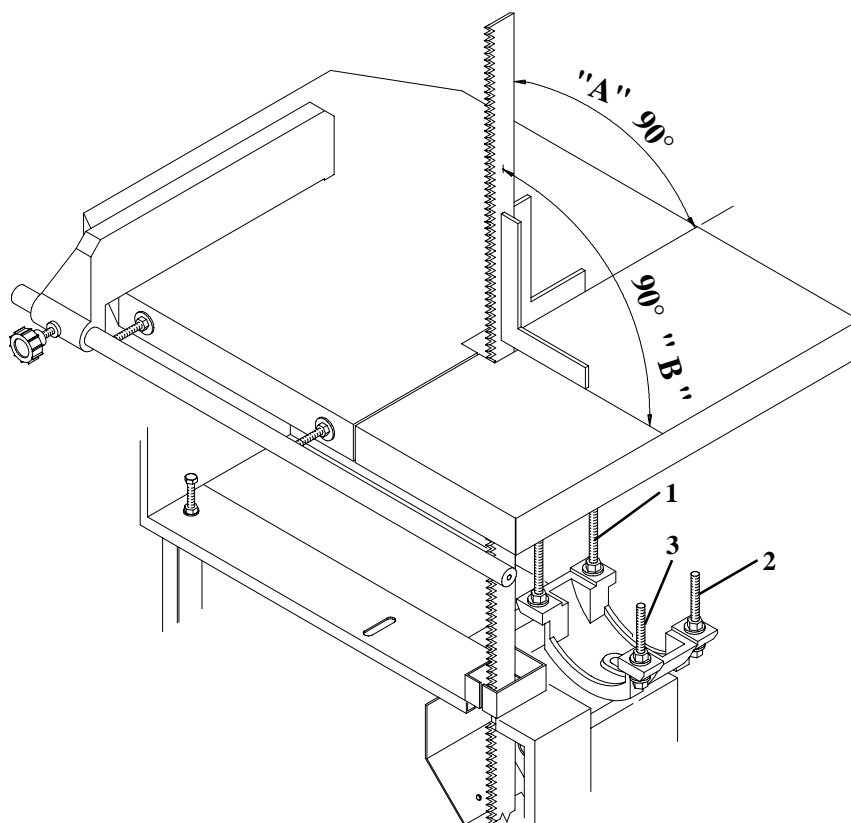

fig.4.1
- Per ottenere lo squadro in posizione "B" con l'ausilio di una squadretta a 90° appoggiato sul fianco lama destro, agire sulle registrazioni sotto al piano 2 e 3 (vedi fig. 4.1).